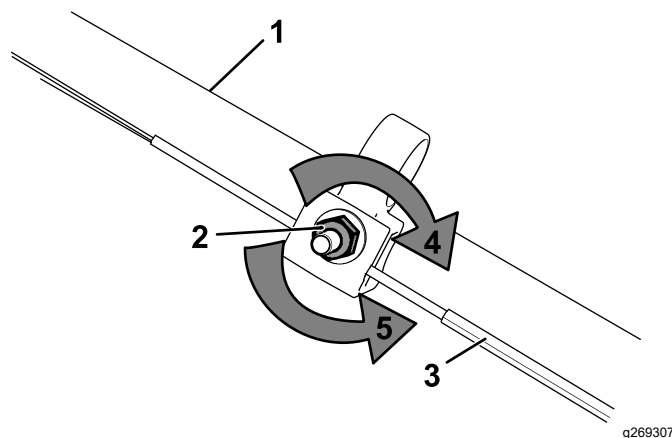

Figura 34
1. Girate il dado di regolazione in senso antiorario per allentare la regolazione del cavo (Figura 34).
2. Regolate la tensione del cavo (Figura 34) tirandolo indietro o spingendolo in avanti e mantenendo quella posizione.